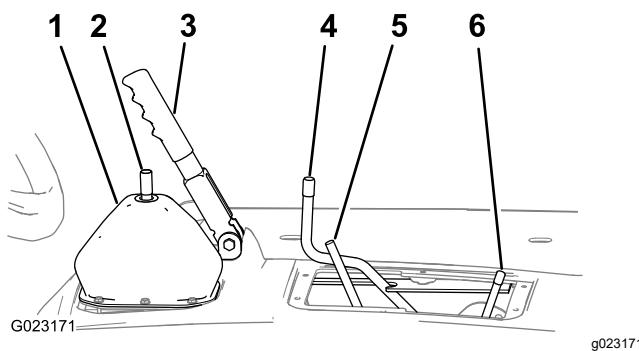

Figura 11
2. Mueva la varilla del bloqueo del diferencial hacia adelante y hacia la derecha para bloquearla en la posición de activado (Figura 11).